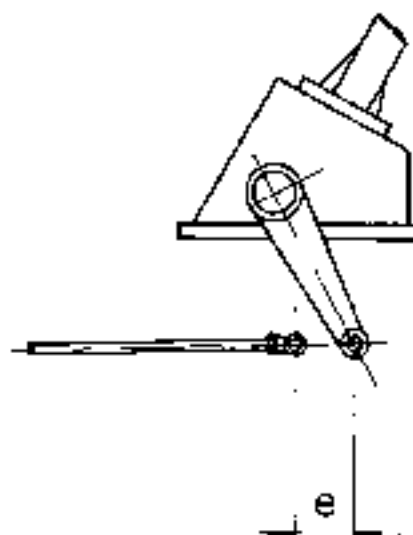

Fig. 153 - Posizione della leva dello sterzo con il volante tutto a sinistra.
- Ruotare il volante di guida verso sinistra, portando la leva dello sterzo tutta all'indietro (Fig. 153).